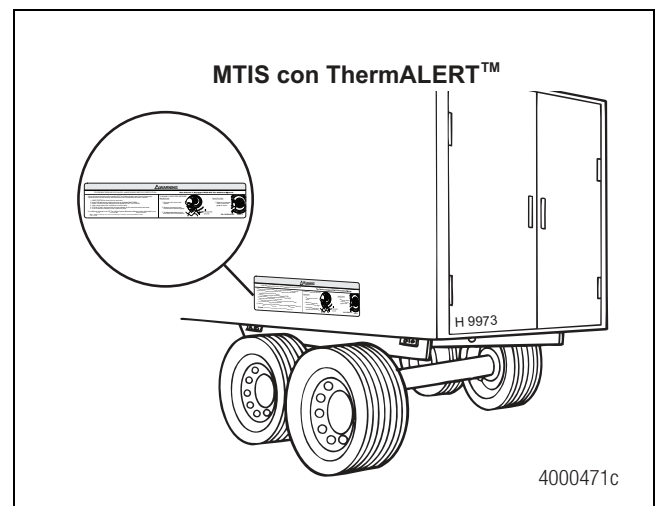

Figura 2.80
1. Coloque una etiqueta de instalación de mangueras y de identificación por cada lado del semirremolque, por encima de la suspensión. Figura 2.80.